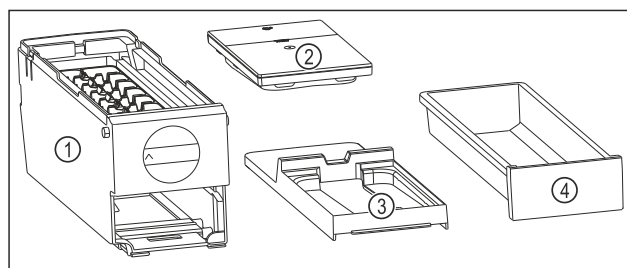

Fig. 138 Beståndsdelar i EasyTwist-Ice
- ▷ EasyTwist-Ice är delad i fyra delar. (se Fig. 138)
- ▶ Ta endast isär EasyTwist-Ice i de avbildade beståndsdelarna. (se Fig. 138)
- ▶ Rengör EasyTwist-Ice-enheten Fig. 138 (1) i sin helhet.